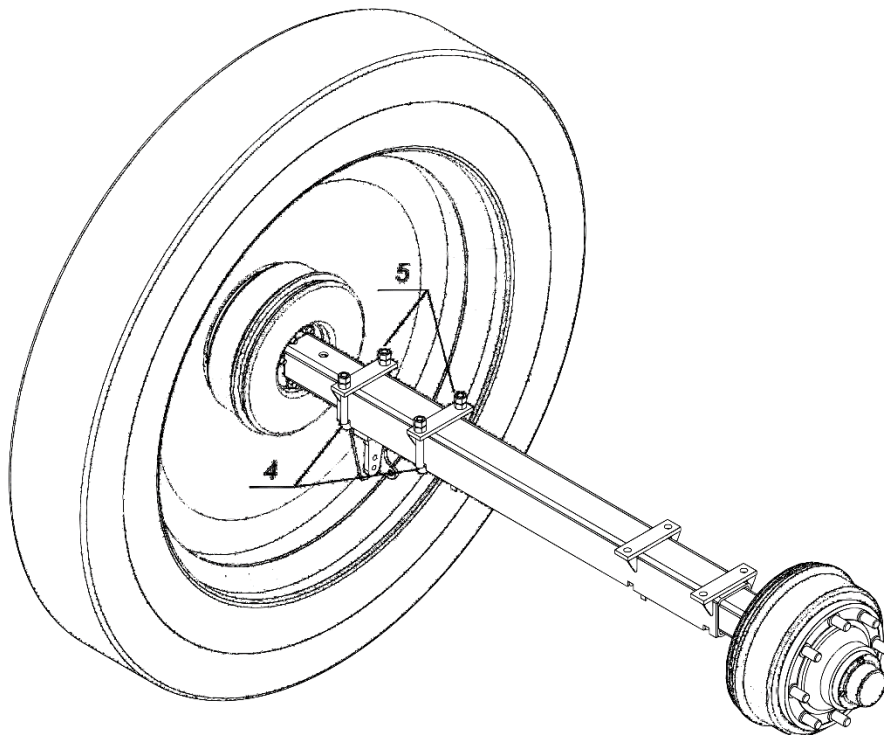

Рис. 13. Колесная балка опрыскивателя.
**Внимание!** Ежедневно проверяйте надежность фиксации полуосей стремянками 4 (рис. 13).